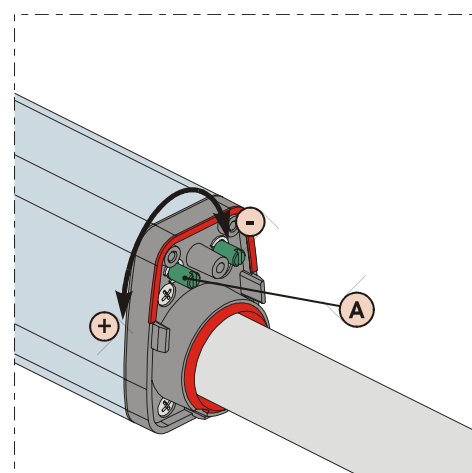

Fig. 20
- 3) Para regular el final de carrera de **apertura FCA** use el tornillo de regulación, Fig.20 ref.A, girándolo en sentido antihorario para aumentar la carrera del vástago y viceversa, girándolo en sentido horario para reducirla.